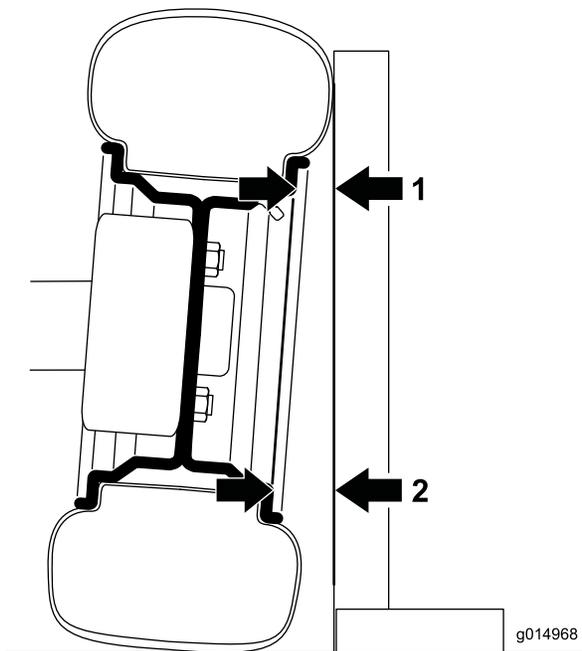

Bild 30
1. Zum Messen der Neigung legen Sie ein rechtwinkliges Rechteck auf den Boden, wobei die vertikale Kante die Vorderseite des Reifens berühren sollte (Bild 30).
2. Messen Sie von demselben Teil der Nabe oben und unten am Reifen zum Rechteck (Bild 30). Der untere Messwert sollte 2,3 mm höher als der obere Messwert sein. Schließen Sie die Messung an beiden Vorderreifen ab, bevor Sie einstellen.